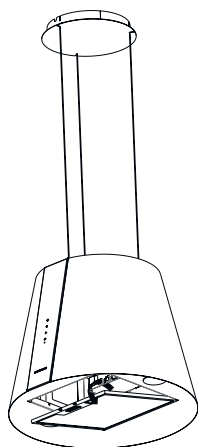

Fig. 7
2. ➤ Aprire il blocco del filtro antigrasso metallico (Fig. 7/2) e verificare che non cada.
3. ➤ Inclinare il filtro antigrasso metallico in avanti e sollevarlo fino a farlo uscire (Fig. 7/2).